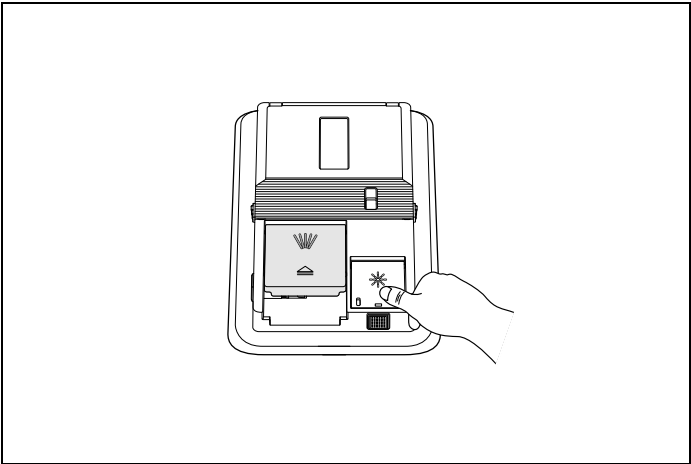

Fig. 73
- 3) Lås dækslet indtil det klikker Fig. 73 .